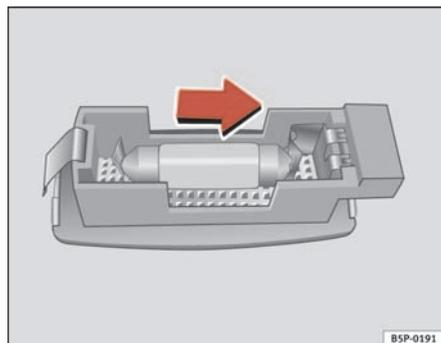

Fig. 197 Démontage de l'éclairage du pare-soleil
- Retirez le feu avec précaution en utilisant la partie plate du tournevis comme indiqué sur la figure ⇒ fig. 197.
- Retirez la lampe en la bougeant dans le sens de la flèche et vers l'extérieur ⇒ fig. 197. ■